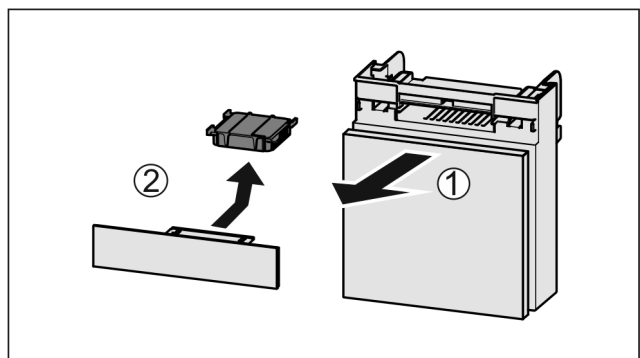

Fig. 111
- ▶ Издърпайте Fig. 111 (1) напред отделението.
- ▶ Извадете Fig. 111 (2) филтъра с активен въглен.